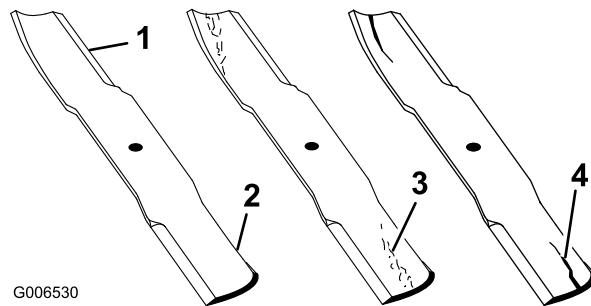

Figura 41
1. Inspeccione los filos de corte (Figura 41). Si los bordes no están afilados o tienen mellas, retire las cuchillas y afílelas; consulte Cómo afilar las cuchillas.
2. Inspeccione las cuchillas, especialmente la parte curva (Figura 41). Si observa daños, desgaste o la formación de una ranura en esta zona (elemento 3 en la Figura 41), instale inmediatamente una cuchilla nueva.